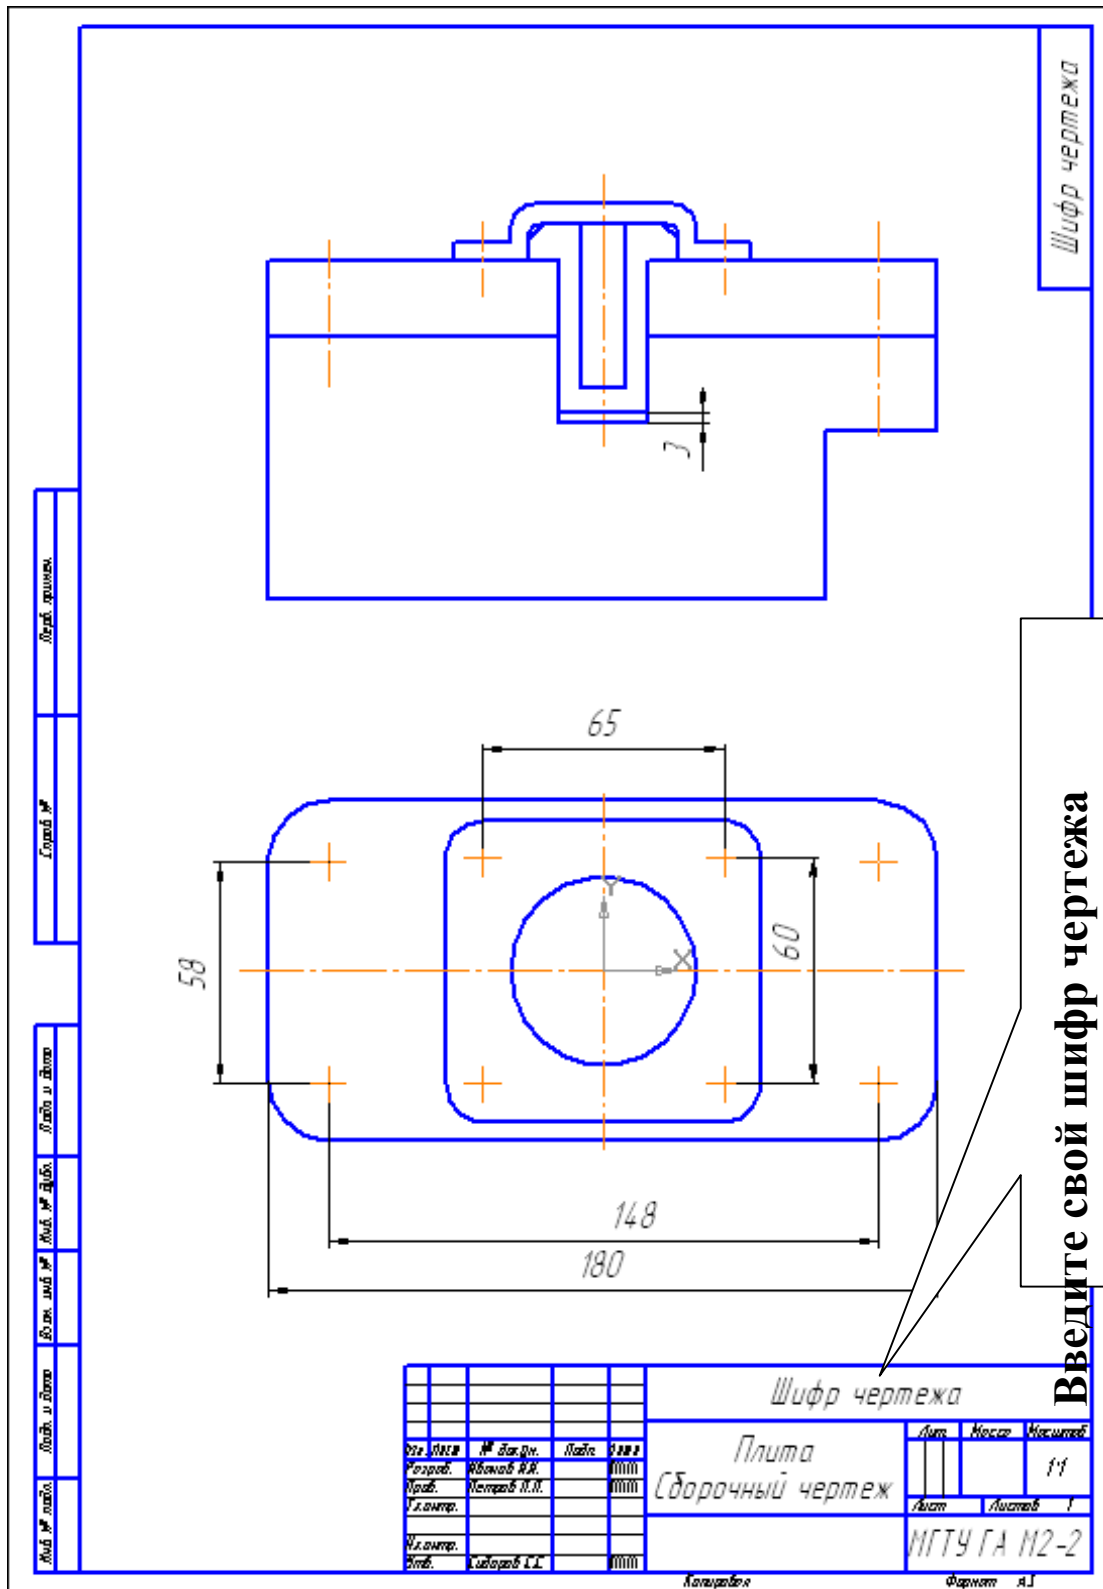

Рис. 3
1. Скопируйте заготовку сборочного чертежа, рис. 3, и сохраните чертеж под именем: КГ ПР27.01.02.03.000 СБ, где «01» – № группы, «02» – № подгруппы, «03» – № компьютера (табл.1). Скопируйте чертежи деталей (рис. 40 – 42) и сохраните чертежи под соответствующими именами, табл.1. Измените обозначения в основных надписях скопированных чертежей.